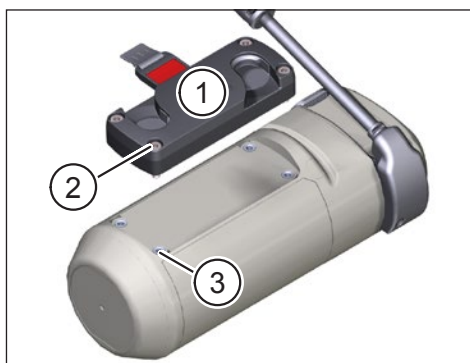

Fig. 3: Conecte el FIDLOCK® Force Connector al Range Extender
- ▶ Fije el FIDLOCK® Force Connector (Pos. 1 en Fig. 3) utilizando los cuatro tornillos de la cabeza del cilindro M4 × 16 (Pos. 2 en Fig. 3) en los agujeros (Pos. 3 en Fig. 3) del Range Extender.